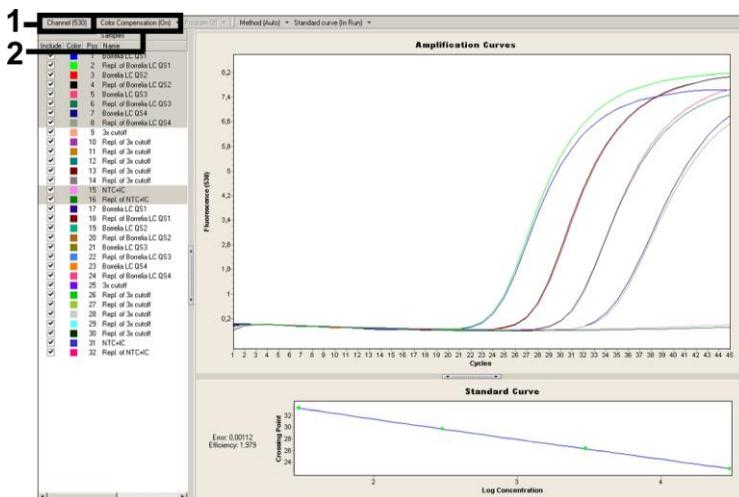

Fig. 12: Activation de *Color Compensation File* et sélection du canal de fluorescence.
Pour analyser les données PCR, procéder selon le schéma suivant (voir Fig. 12) :
- La version 4.0 du logiciel *LightCycler* comprend un fichier nommé *Color Compensation File*, qui compense les signaux d'interférences entre les canaux de fluorescence. Ouvrir ce fichier avant, pendant ou à l'issue de la série de PCR, en activant l'onglet *Color Comp (On/Off)* et ensuite *Select Color Compensation* (voir Fig. 12). Si aucun fichier *Color Compensation File* n'est installé, créer le fichier en respectant les instructions du guide *LightCycler Operator's Manual*.